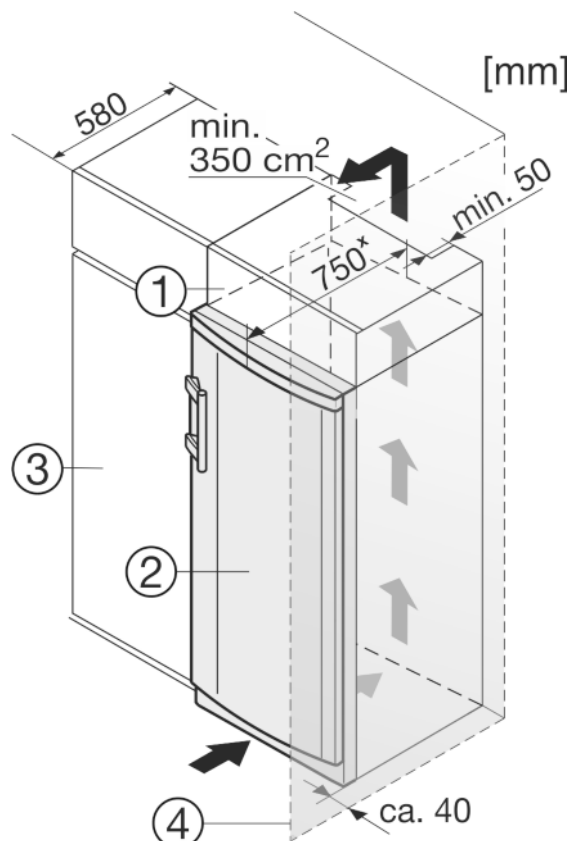

Fig. 9
- (1) Дополнительный шкафчик
- (2) Устройство
- (3) Кухонный шкаф
- (4) Стенка
Устройство может быть окружено предметами кухонной обстановки. Чтобы уравнивать устройство Fig. 9 (2) по высоте с кухонной стенкой, можно установить над устройством соответствующий дополнительный шкафчик Fig. 9 (1).
Если устройство установлено на шарнирах у стены *Fig. 9 (4)*, то расстояние между устройством и стеной должно быть не менее 40 мм. Настолько выступает ручка при открытой дверце.